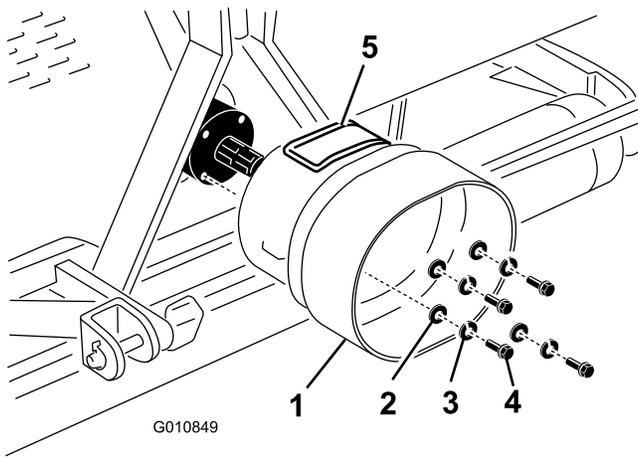

図 19
1. エアレータのギアボックス後部についているボルト、ロックワッシャ、平ワッシャ (各 4 個) を外す (図 19)。
- いま取り外したボルト類を使用して、PTO シールドをエアレータのギアボックスに取り付ける (図 19)。PTO シールドを取り付ける際に、アクセスポネル (図 19) が上または側面にくるようにする；上になるか側面になるかは、エアレータのフレームの構成による。
注 アクセスポネル (図 19) は、PTO シャフトの取り付けボルト類へのアクセスを容易にするためのパネルです。